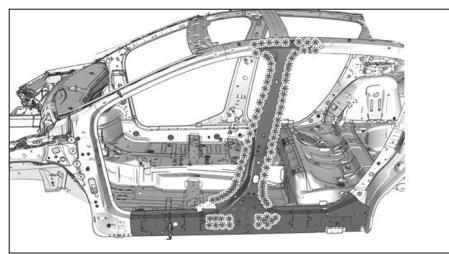

FIG. 67
- Fraisez les points de soudure de la partie extérieure du renfort (Fig.67)